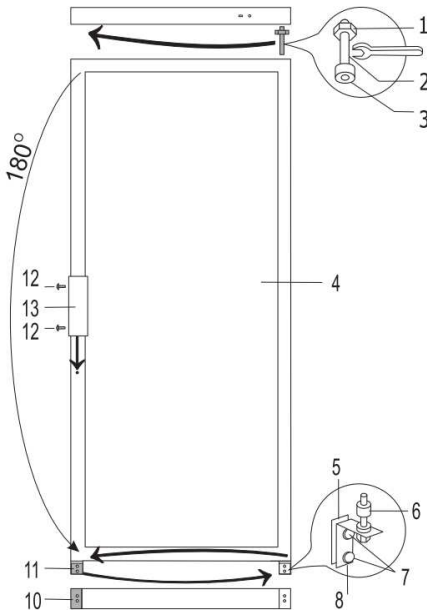

Rys. 8
Szafa chłodnicza do butelek 700272 (Rys. 8)
1. Usunąć zaślepki (c) z obudowy i boku drzwi, zdjąć górny wspornik (6) łącznie z podkładkami i uszczelką z tworzywa sztucznego pod uchwytem.
3. Zdemontować dolną listwę maskującą (1).
4. Odkręcić kołek nośny (2) od dolnego wspornika (7). Przykręcić go wraz z wszystkimi podkładkami do przeciwległego wspornika (7), symetrycznie do wcześniejszego położenia (Rys. 8).
5. Osadzić drzwi na kołku nośnym (2) wspornika (7).
6. Wspornik (6) wraz z kołkiem nośnym, nałożonymi podkładkami i uszczelką z tworzywa sztucznego obrócić o 180°. Wykręcić kołek nośny wraz z podkładkami i wkręcić go po drugiej stronie wspornika. Osadzić wspornik (6) w drzwiach szafy chłodniczej i przykręcić je w otworach po przeciwnej stronie szafy chłodniczej.
9. Usunąć zaślepkę (10) dolnej osłony (1) i umieścić ją w prowadnicach po drugiej stronie dolnej osłony (1) (symetrycznie do poprzedniego położenia). Osadzić lewą i prawą nóżkę dolnej osłony (1) w otworach (Rys. 8) i wsunąć osłonę tak, aby się zatrzasnęła.